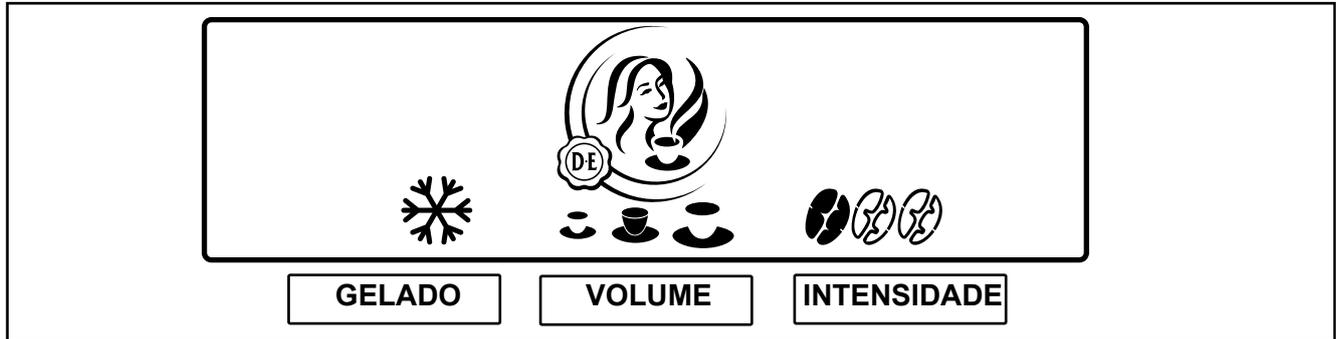

Fig. 15
A sua máquina dispõe de possibilidades de pré-selecção. Durante a instalação, o técnico de assistência técnica tem de eventualmente activar estas possibilidades de pré-selecção. Se seleccionar os botões de pré-selecção, o display exhibe as seguintes possibilidades de pré-selecção (Fig. 15):
2. Prima o botão de pré-selecção **“GELADO”** para activar esta pré-selecção. O símbolo para **GELADO** é exibido. (Fig. 15)
2. Prima o botão de pré-selecção **“VOLUME”** para activar esta pré-selecção. São exibidos três símbolos de chávenas (pequena - média - grande). (Fig. 15)